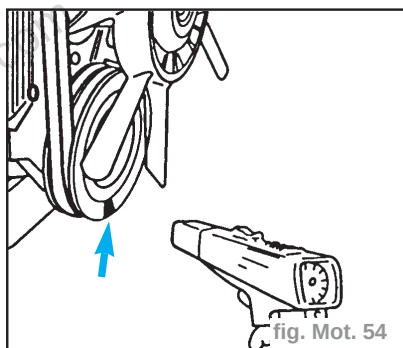

fig. Mot. 54
- Contrôler le régime de ralenti à la poulie de vilebrequin - utiliser un compte-tours à cellule photoélectrique pointé sur un morceau de ruban adhésif réfléchissant (flèche) apposé sur la face avant de la poulie de vilebrequin (fig. Mot. 54).
- Mesurer le régime du moteur à la poulie de vilebrequin - utiliser un compte-tours à cellule photoélectrique pointé sur un morceau de ruban adhésif réfléchissant (flèche) apposé sur la face avant de la poulie de vilebrequin (fig. Mot. 54).
- Contrôler le régime du moteur sur la poulie du vilebrequin, utiliser un compte-tours à cellules photoélectriques pointé sur la feuille réfléchissante (flèche) fixée sur le côté avant de la poulie du vilebrequin (fig. Mot. 54).